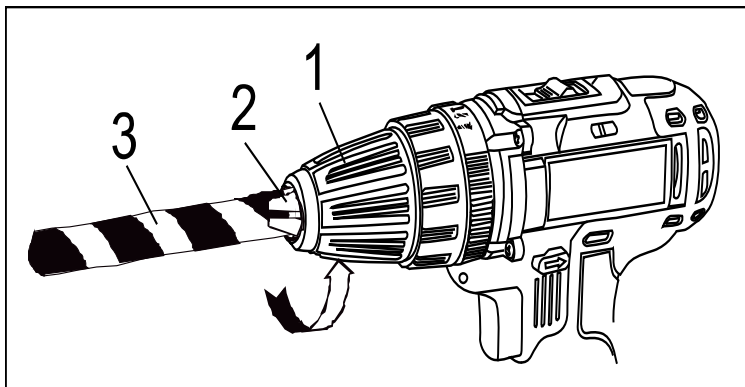

рис.8
Откройте быстрозажимной сверлильный патрон и вставьте в него оснастку. Поверните гильзу патрона (1) в направлении по часовой стрелке, пока губки патрона (2) не сойдутся равномерно, и оснастка не будет надежно зажата (Рис. 8).